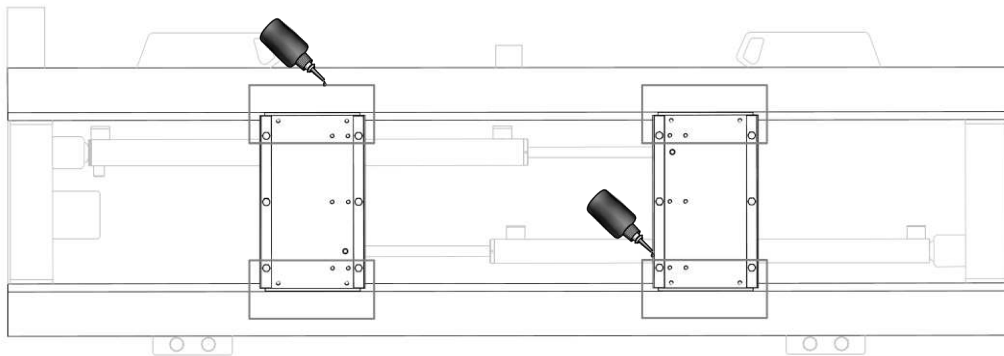
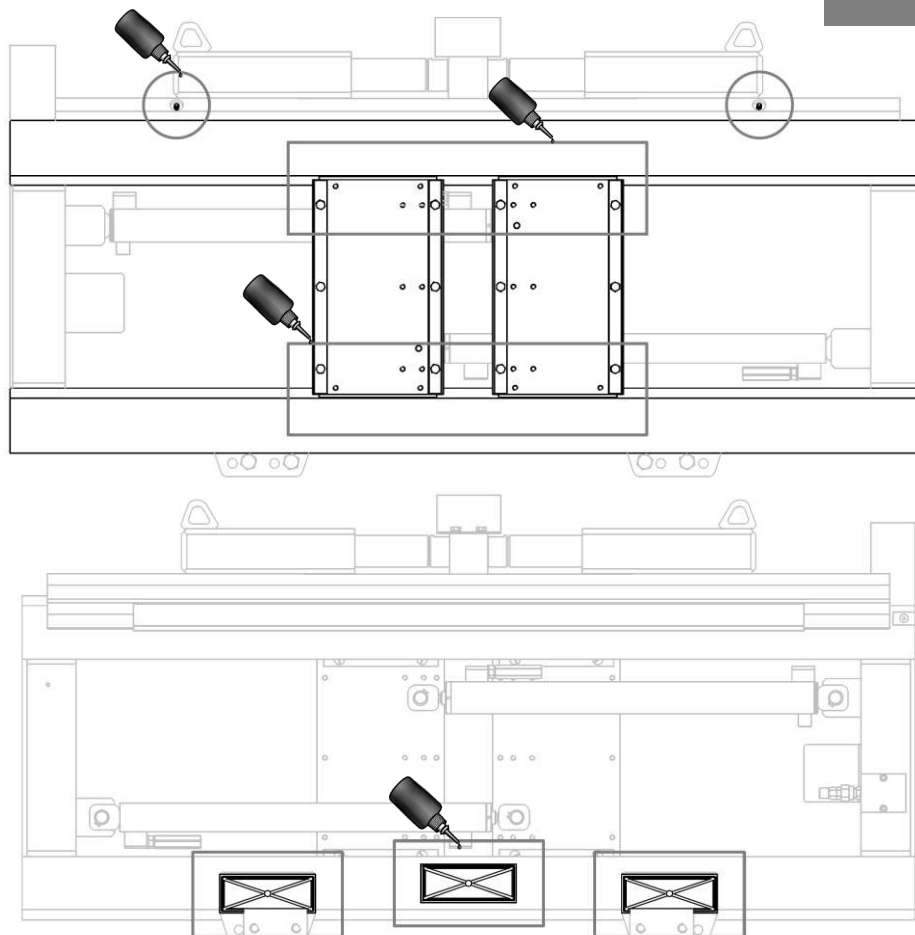

Figura 22
Figura 23
5. Pulire e lubrificare tutte le parti di scorrimento (vedi *Figura 22* e *Figura 23* a pag. 32).